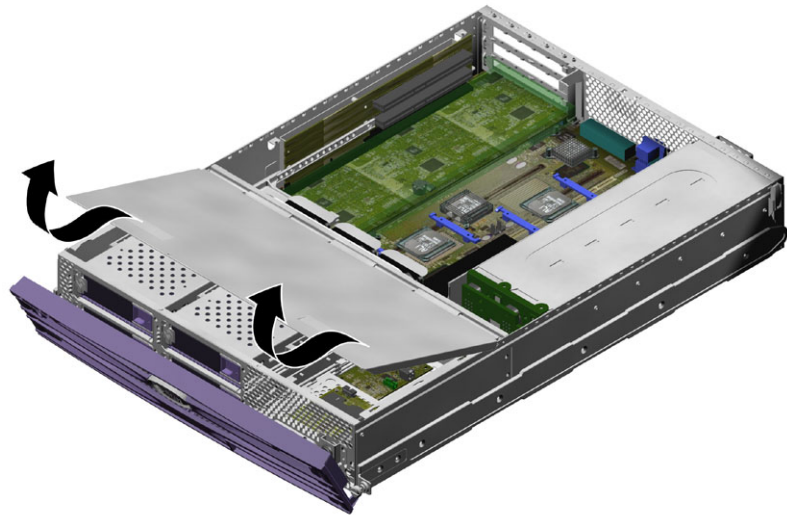

図 1-3 カバーの正面部分の取り外し
4. カバーの正面部分を持ち上げて取り外します (図 1-3)。